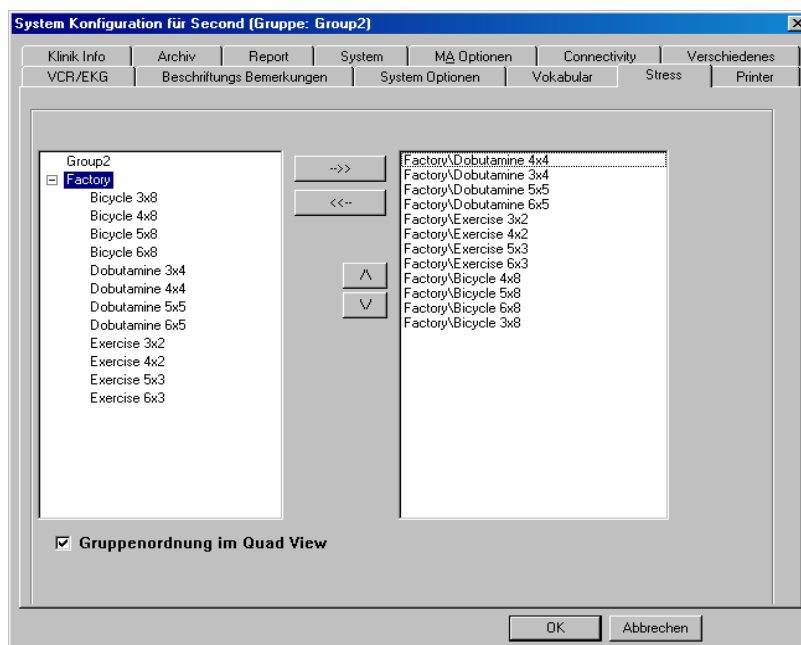

Abbildung 14-12: Registerkarte Stress
2. Steuern Sie mit dem TRACKBALL die Registerkarte **Stress** an und drücken Sie **Auswahl**. Die Registerkarte **Stress** wird angezeigt, siehe Abbildung 14-12.